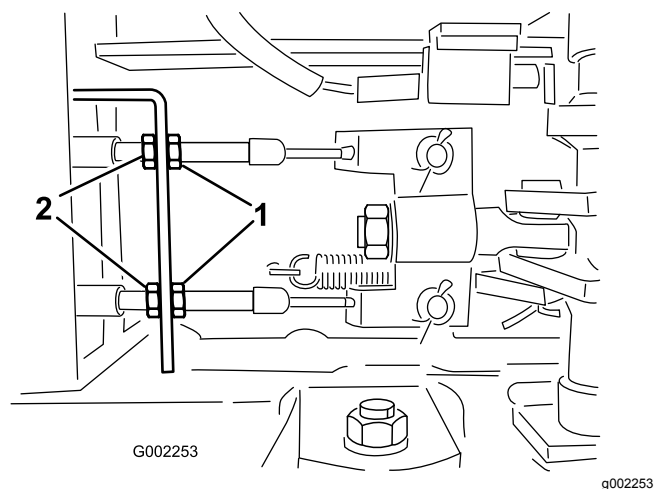

Figure 94
5. Desserrez les écrous de blocage avant sur les câbles de frein, sous l'extrémité avant du pulvérisateur (Figure 94).
6. Serrez les écrous de blocage arrière uniformément jusqu'à ce que la pédale de frein s'enfonce de 1 à 2 cm (0,5 à 1 po) avant que vous sentiez une résistance (Figure 94).